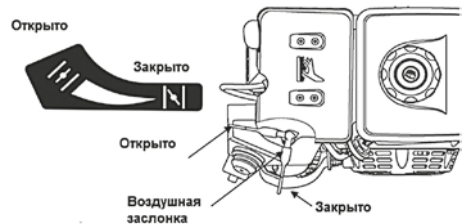

Рис. 7 Положение воздушной заслонки
2. При запуске холодного двигателя откройте воздушную заслонку, как показано на Рис. 7. При запуске теплового двигателя заслонку закрывать не надо.